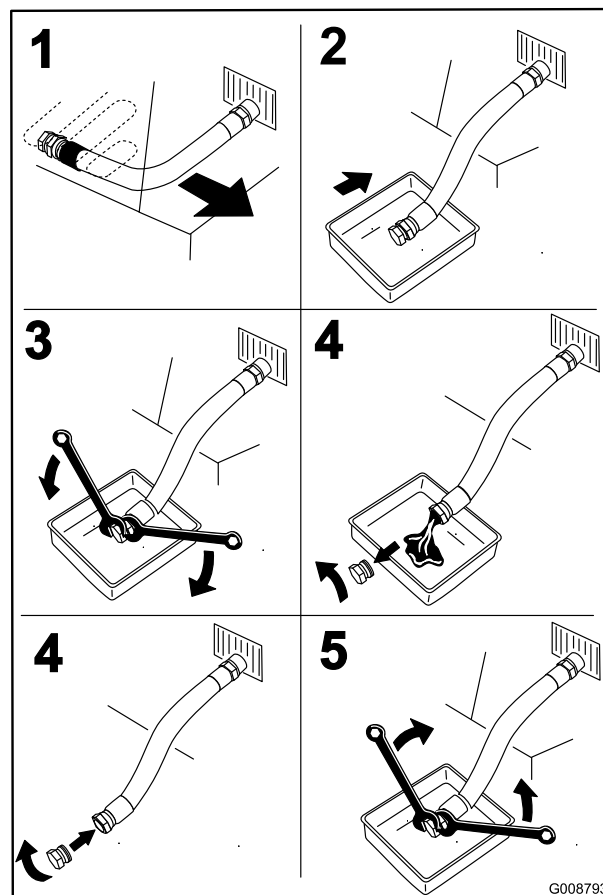

Figura 51
- Prima di scendere dal posto di guida dell'operatore, spegnete il motore, togliete la chiave di accensione e attendete che si fermino tutte le parti in movimento (Figura 51).